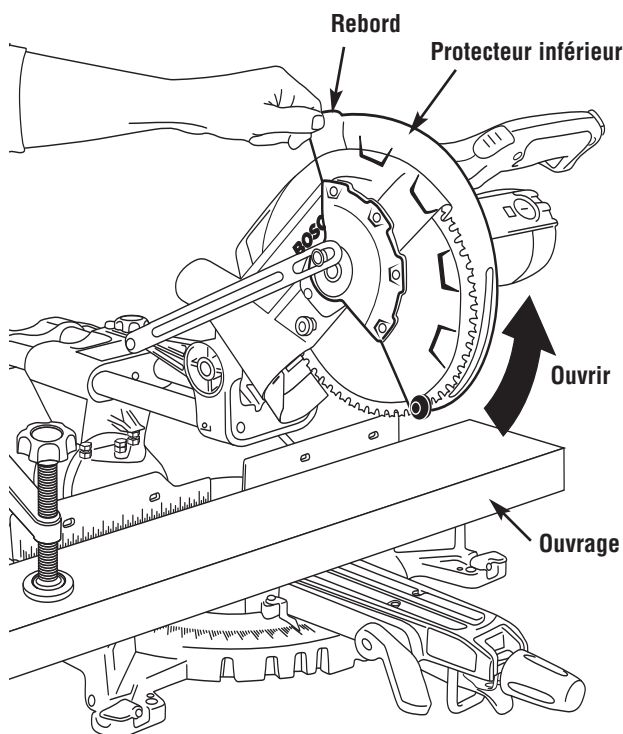

Figure 19. Levée du protecteur inférieur
1. L'ouvrage doit être cramponné solidement. Ceci libère une main pour soulever le protecteur par le rebord suffisamment pour passer à côté de l'ouvrage (Figure 19).